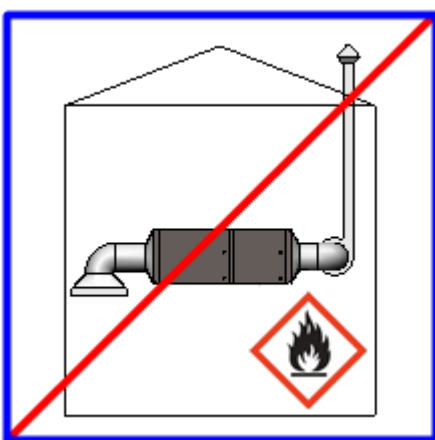

РИС. 11. ЗАПРЕЩЕНО РАСПОЛАГАТЬ ОБОРУДОВАНИЕ В ПОМЕЩЕНИЯХ С ЛЕГКОВОСПЛАМЕНЯЮЩИМИСЯ И ВЗРЫВООПАСНЫМИ МАТЕРИАЛАМИ, ЖИДКОСТЯМИ И ГАЗАМИ
- в помещениях с легковоспламеняющимися и взрывоопасными материалами (Рис. 11);
- вблизи открытого огня (Рис. 11).